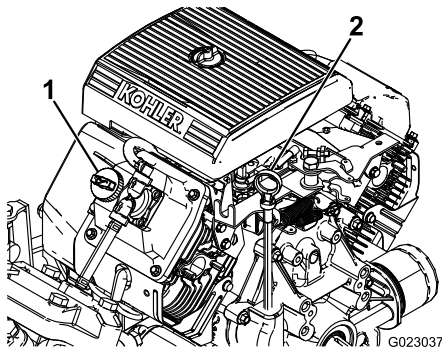

Figura 37
2. Retire la varilla y límpiela con un paño limpio (Figura 37). Introduzca la varilla en el tubo asegurándose de que entre a fondo. Retire la varilla y compruebe el nivel de aceite.
3. Si el nivel de aceite es bajo, retire el tapón de llenado de la cubierta de la válvula (Figura 37) y vierta aceite por el orificio hasta que el nivel de aceite llegue a la marca Lleno de la varilla. Añada el aceite lentamente y compruebe el nivel a menudo durante este proceso. No llene demasiado.
8. Agregue lentamente un 80% de la cantidad especificada de aceite por el tubo de llenado (Figura 37).